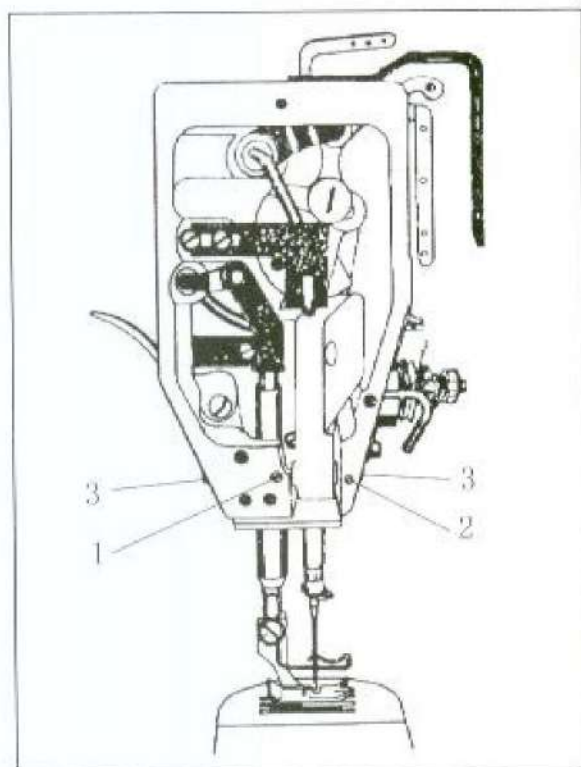

图18
1) 机针在针板槽纵向中心位置的调整(图18): 将面板的两个螺钉拧出, 拧松紧定螺钉(1)和(2)并慢慢调节机臂前后侧的针杆摆动架导向螺钉(3)的位置, 以至能将机针在纵向调至针板槽的中心位置, 然后拧紧紧定螺钉(1)和(2)并将面板安装好。